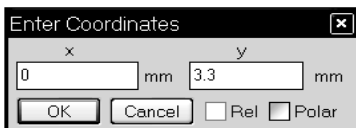
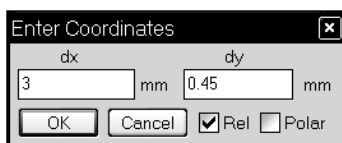

Рис. 3.93
Рис. 3.94
- Щёлкните по значку **Rectangle Conductor** на панели инструментов. Нажмите клавишу **Tab**, в поле **x** введите **0**, в поле **y** введите **3.3** (рис. 3.93), нажмите **OK** и затем клавишу **Tab**, в поле **dx** введите **3**, в поле **dy** введите **0.45** (рис. 3.94), нажмите **OK**.